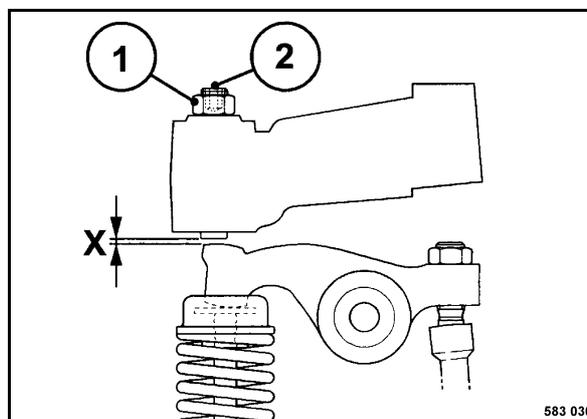

Fig. 203
- Allentare il controdado 1 (Fig. 203).
- Bloccare il disco angolo di rotazione e stringere il controdado 1 (Fig. 203).